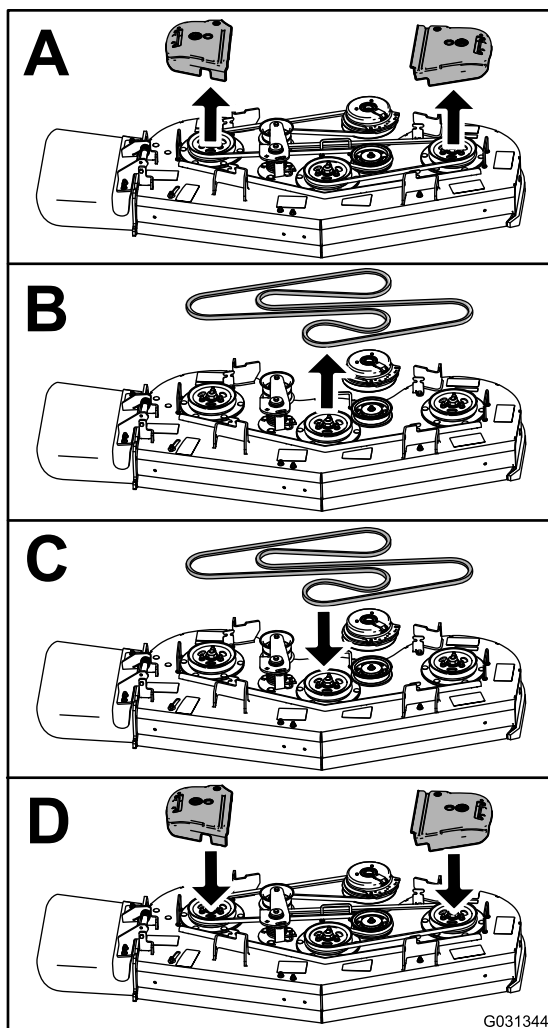

Figura 66
4. Sustituya la correa según se muestra en Figura 66.
7. Retire la correa de la carcasa del embrague y del tope del embrague (Figura 66).